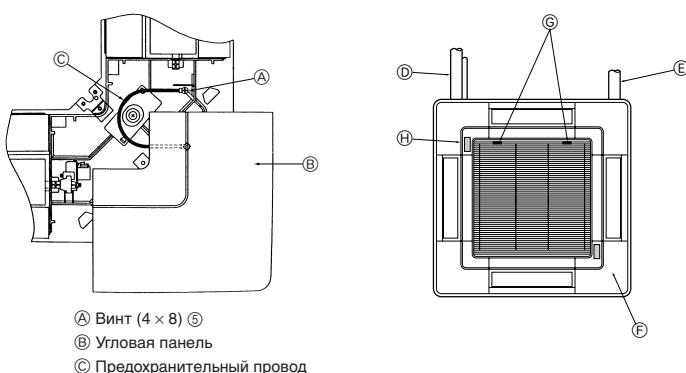

Fig. 5-10
5.7 Установка воздухозаборной решетки (Fig. 5-10)